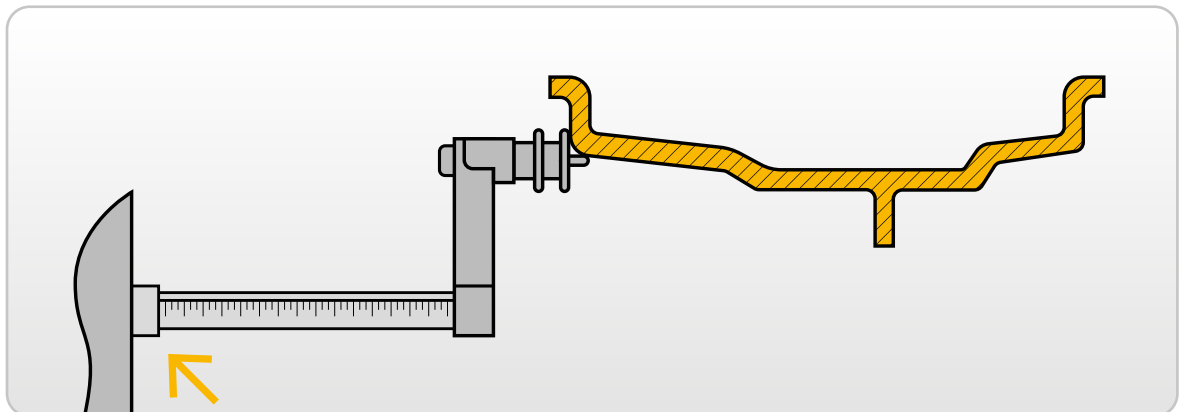

Figura 6.2 Leitura manual das dimensões da roda: posicionamento do sensor de distância.
2. Retire o sensor de distância e instale-o na roda como indicado na **Figura 6.2**.
3. Leia o valor da distância na escala graduada como mostrado na **Figura 6.2**. O valor da distância será sempre mostrado em milímetros.